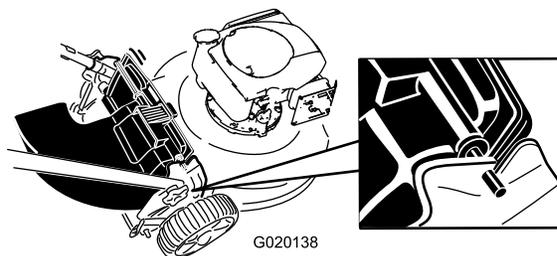

Bild 18
4. Setzen Sie die Stange am Heckauswurfablenklech in die Kerben am Rasenmäher (Bild 18).